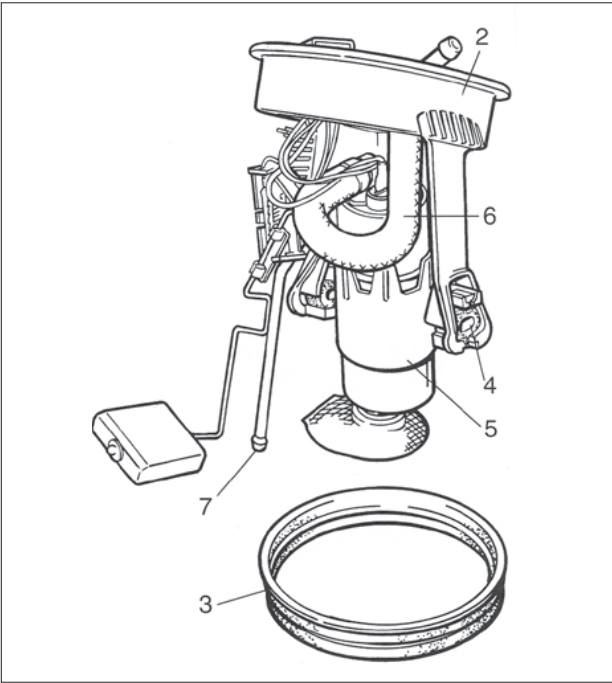
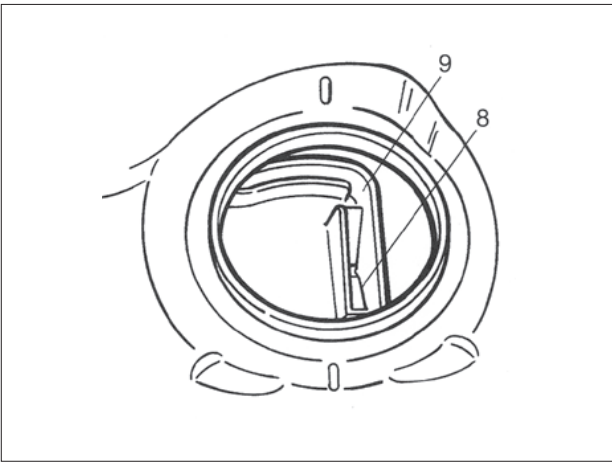

Abb. 2/Fig. 2/Puc. 2/图2
Abb. 3/Fig. 3/Puc. 3/图3
- Carefully remove damper rubbers (4, fig.2) (3 parts) using a screw driver as a lever.
- Assembly of the Pierburg pump (fig. 2)**
- Place pre-assembled fuel pump (5, fig. 2) into the support.
- Install hose (6) completely, including the enclosed hose clamp, and fasten.
- Insert damping rubbers (4).
- Place sealing (3, fig. 2) into the tank opening.
- Insert fuel pump unit so that the guide rod (7, fig. 2) is in contact with the guide support (8, fig. 3) of the surge pot (9). As a result, the guide rod (7) will settle down to a certain degree.
- Enlever la bride (2) avec le capteur intégré et la pompe à carburant et enlever le joint d'étanchéité (3, fig. 2) en cas de besoin.
- Enlever avec precaution les pièces amortissantes en caoutchouc (4, fig. 2) (3 pièces) en utilisant un tournevis comme levier.
- Enlever le tuyau de earburant (6, fig. 2) et les connexions de câble (+) et (-).
- Enlever avec précaution les pièces amortissantes en caoutchouc (4, fig. 2) (3 pièces) en utilisant un tournevis comme levier.
- Installation de la pompe Pierburg (fig. 2)**
- Mettre la pompe à carburant prémontée (5, fig. 2) dans le support.
- Installer le tuyau (6) complètement, y comprise la pince ci-jointe, et le fixer.
- Mettre le joint d'étanchéité (3, fig. 2) dans l'ouverture du reservoir.
- Installer l'unité de pompe à carburant de manière a ce que la tige conductrice (7, fig. 2) soit en contact avec le support conducteur (8, fig. 3) du pot (9).
- Вынуть фланец (2) со встроенным датчиком и топливный насос, при необходимости извлечь уплотнительное кольцо (3, рис. 2).
- Осторожно извлечь отверткой амортизационные резиновые детали (4, рис. 2), (3 штуки).
- Снять топливный шланг (6, рис. 2) и кабельные соединения (+) и (-).
- Монтаж насоса от Pierburg (рис. 2)
- Установить в крепление предварительно смонтированный топливный насос (5, рис. 2).
- Полностью надеть шланг (6) вместе с прилагаемым зажимом шланга и закрепить его.
- Установить амортизационные резиновые детали (4).